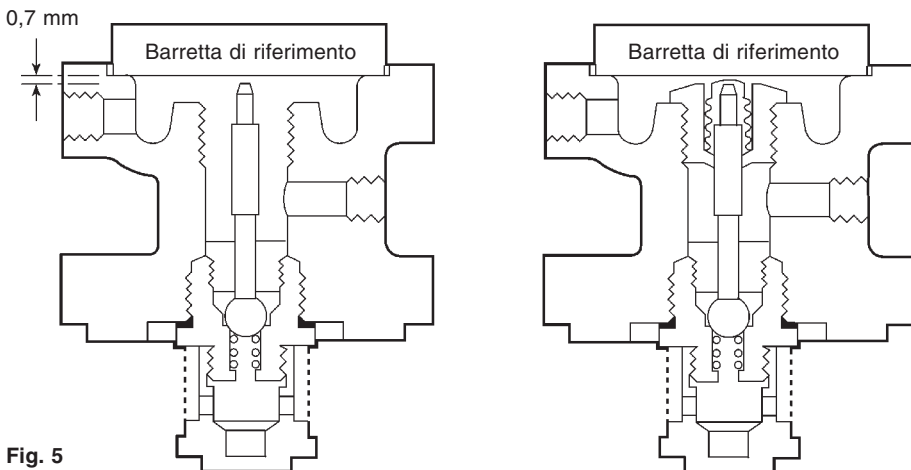

Fig. 5
2. Allentare il dado di blocco (2) e ruotare le vite di regolazione (1) in senso antiorario fino a scaricare completamente la molla di regolazione della pressione (6).
3. Sfilare la rondella a 'C' (3) da sotto il dado di blocco e togliere il coperchio di alloggiamento della molla (12).
4. Smontare la molla di regolazione della pressione (6) e il piattello spingimolla superiore (5).
5. Svitare i quattro dadi M10 (8) e togliere l'alloggiamento della molla (4), il piattello spingimolla inferiore (7) e i diaframmi pilota (9), dopo aver visto come erano montati.
6. Svitare i due raccordi (27C) e (29) e staccare i tubicini da 6 mm in acciaio inox.
7. Svitare i quattro dadi (21) e togliere la camera della valvola pilota (10), avendo cura di controllare che la molla di ritorno della valvola principale (16) rimanga correttamente posizionata sulla sommità dell'otturatore principale (17).
8. Svitare il gruppo sede/otturatore della valvola pilota (13) che include il filtro (14), utilizzando una chiave a tubo da 27; togliere anche l'asta della valvola pilota (11).
10. Con la tenuta a soffiutto (11A) non ancora montata, avvitare il nuovo gruppo sede/otturatore della valvola pilota (13) e serrare con una coppia pari a 115 Nm.
11. Inserire dall'alto e posizionare l'asta della valvola pilota (11); controllare che rimanga un gioco di 0,7 mm tra la sommità dell'asta e il bordo diritto di una barretta di riferimento posizionata sopra l'incavo di alloggiamento dei diaframmi pilota (Fig. 5).
13. Controllare nuovamente con la barretta di riferimento che, premendo leggermente la tenuta a soffietto sulla parte superiore dell'asta, ci sia un piccolissimo gioco, una semplice linea di luce tra il bordo diritto della barretta di riferimento e la parte superiore del soffietto (Fig. 5).
14. Prima di rimontare la camera e il gruppo valvola pilota sul corpo valvola, accertarsi che entrambe le superfici della guarnizione del corpo (15) siano perfettamente pulite e che la molla di ritorno della valvola principale (16) sia posizionata correttamente sull'otturatore della valvola principale (17).
15. Montare la nuova guarnizione (15) e fissare camera e gruppo valvola pilota sul corpo mediante i quattro dadi (21). Serrare i dadi con la coppia consigliata in tabella 1.
16. Rimontare i tubicini in acciaio inox da 6 mm e serrare nuovamente i due raccordi (27C) e (29) per garantire la tenuta stagna.
17. Rimontare i due diaframmi pilota (9) controllando che siano montati esattamente nella stessa posizione in cui si trovavano prima dello smontaggio e che tutte le superfici di contatto siano perfettamente pulite. **All'occorrenza si possono montare due diaframmi nuovi.**
18. Posizionare il piattello spingimolla inferiore (7) e fissare l'alloggiamento della molla (4) con i quattro dadi M10 (8) serrando con una coppia di 50 Nm.
19. Rimontare la molla di regolazione della pressione (6) e il suo piattello spingimolla superiore (5); ruotare la vite di regolazione (1) fino a posizionarsi sullo stesso piattello. Rimontare il coperchio di alloggiamento della molla (12) e la rondella a 'C' (3).